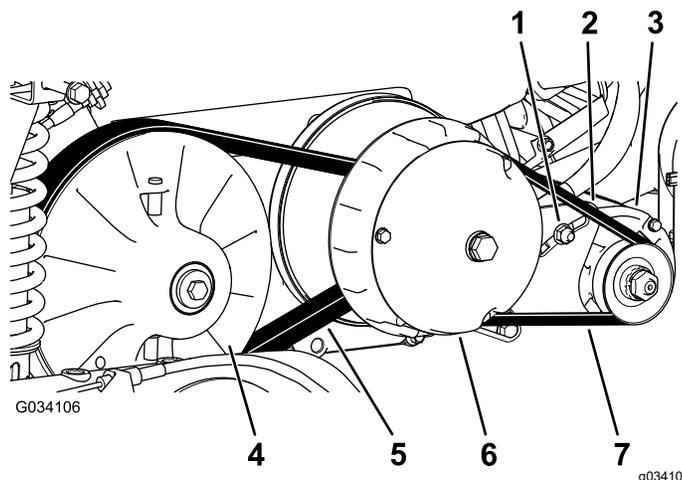

Рисунок 65
6. Проверните и осмотрите ремень (Рисунок 65) на наличие чрезмерного износа или повреждений.
3. Поверните и проложите ремень поверх вторичного сцепления (Рисунок 65).
4. Снимите ремень с главного сцепления (Рисунок 65).
5. Проложите новый ремень поверх главного сцепления (Рисунок 65).
6. Поверните и проложите ремень поверх вторичного сцепления (Рисунок 65).
2. Ослабьте затяжку регулировочной гайки стартера-генератора (Рисунок 65).
4. Нажав на монтировку вниз, поверните стартер вниз в пазу таким образом, чтобы натяжение ремня позволяло отклонять его только на 6 мм при воздействии усилия в 44 Н·м (Рисунок 65).
5. Затяните регулировочную гайку от руки и снимите монтировку (Рисунок 65).